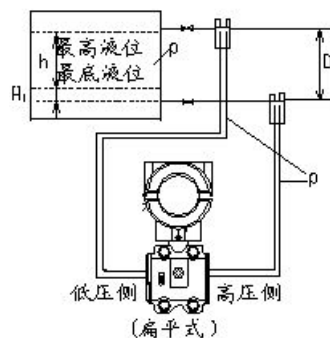

图 3.14 远传变送器的典型安装方式（闭口容器）
b.密闭容器的液位测量：变送器的低压侧接到容器的上部取压口，高压侧接到容器的下部取压口，其安装示意图如图 3.14 所示。